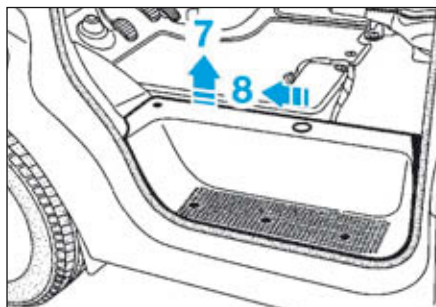

FIG.29
- déposer la garniture de bas de marche en (7) et (8) (Fig.29),